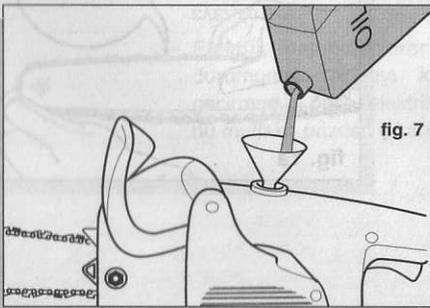

fig. 7
- (fig. 7) Enlever le bouchon du réservoir à huile et le remplir de lubrifiant à l'aide d'un entonnoir. Bien refermer avec le bouchon.